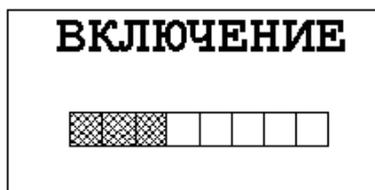

Рисунок 2.1 – Вид табло при включении газоанализатора
- нажать и не менее 5 с удерживать кнопку «» до окончания заполнения индикации (рисунок 2.1) и появления кратковременного светового сигнала зеленого цвета, звукового и вибросигнала;